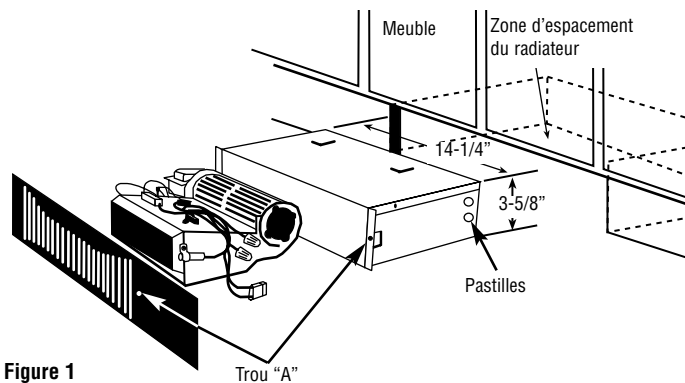

Figure 1
1. Découpez une ouverture de 14-1/4" x 3-5/8" (361,9 x 92,1 mm) à l'endroit voulu comme montré en Fig. 1. Maintenez la zone au sein du périmètre d'écartement exempté d'obstructions.
3. Déterminez quelle pastille sur l'enceinte sera utilisée pour le câblage sur site et enfoncez-la (Voyez la Figure 1). Installez un passe-fil sur le trou (fourniture locale).